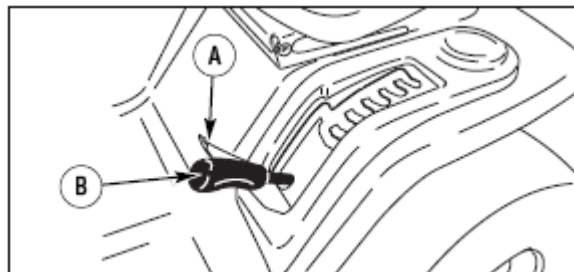

Рис. 30:
2. Откройте крышку деки и поставьте рычаг в положение регулировки уровня (рис. 30).